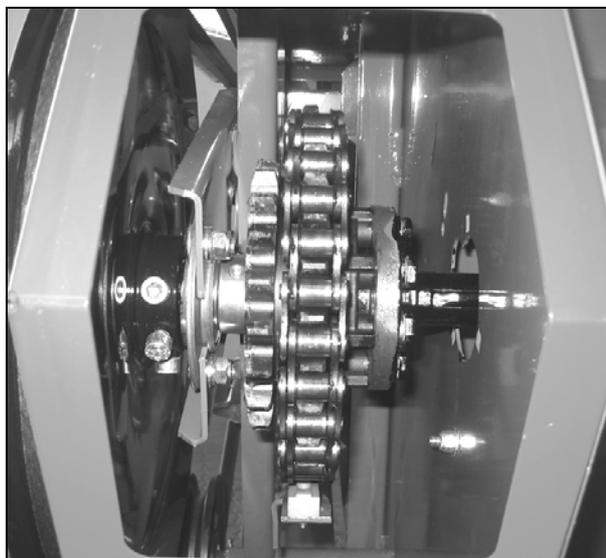

Рисунок 52
- На (Рис. 52) изображена звездочка для жатки с принудительной подачей и цепью 1".